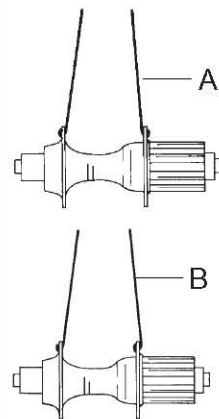

Fig. 48
- Attenzione all'orientamento delle teste raggi: seguite l'esempio dei raggi "A" e "B", uno all'esterno, uno all'interno (Fig. 48).
- Take care with the orientation of the spoke heads: follow given example regarding "A" and "B", one on the outside and one on the inside (Fig. 48).
- Auf die Ausrichtung der Speichenköpfe achten: dem Beispiel der Speichen "A" und "B" folgen, eine nach innen, eine nach außen (Abb. 48).
- Attention à l'orientation des têtes des rayons : suivez l'exemple des rayons «A» et «B», un à l'extérieur et l'autre à l'intérieur (Fig. 48).
- Prestar atención a la orientación de las cabezas de los radios: hacer como con los radios "A" y "B", uno en el exterior y el otro en el interior (Fig. 48).
- Zorg ervoor dat de spaakkoppen in de goede positie blijven zitten; zie het voorbeeld "A" en "B", één voor de buitenzijde en één voor de binnenzijde (Fig. 48).